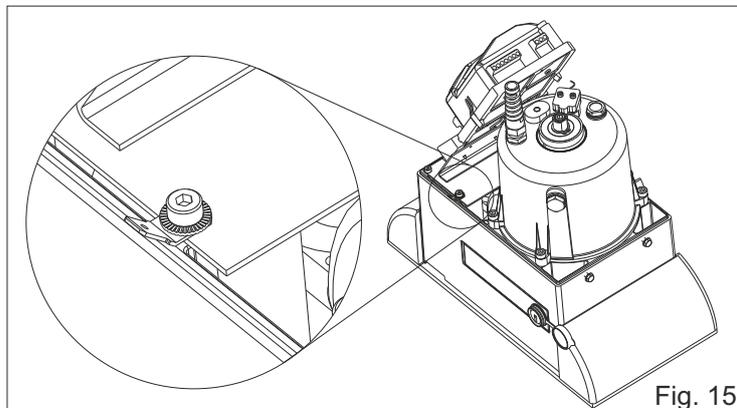

Fig. 15
7. CONEXIÓN DE TIERRA (Fig. 15)